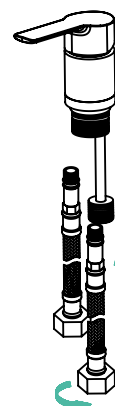

Рис. 5
5. Присоедините гибкую подводку к смесителю (рис. 5).